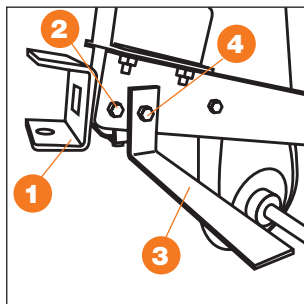

Рис. 3
2. Установка сцепного устройства сошника и бокового кронштейна крыла (рис. 3).